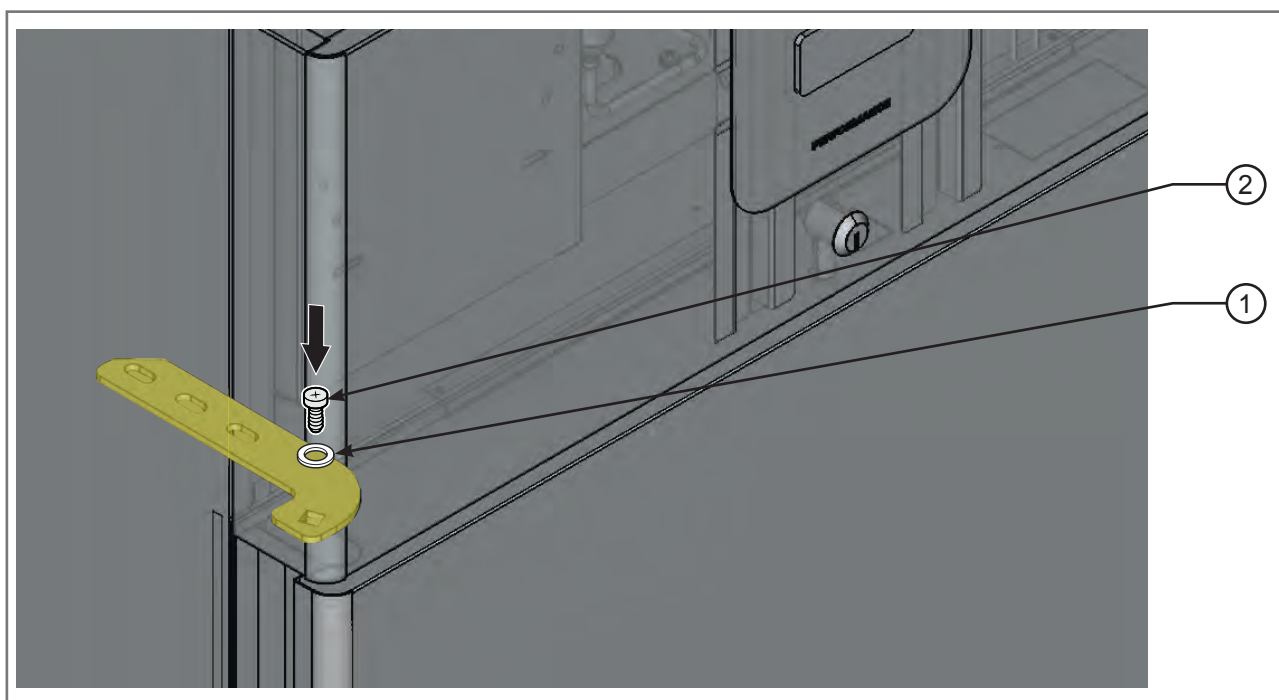

Fig 3.28 - Vis de la charnière supérieure
- Placer la rondelle sur la charnière supérieure (1 -Fig. 3.28).
- Serrer la vis de la charnière supérieure (2 - Fig. 3.28).